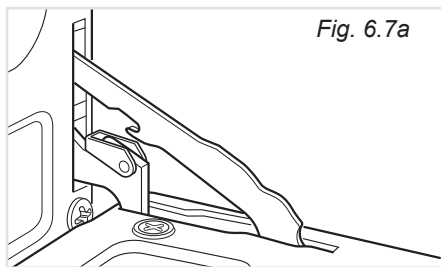

Fig. 6.7a
- Aprire completamente la porta del forno (fig. 6.7a).
- Sbloccare le cerniere della porta forno sganciando l'anello di ritegno dalle baionette superiori (fig. 6.7a).